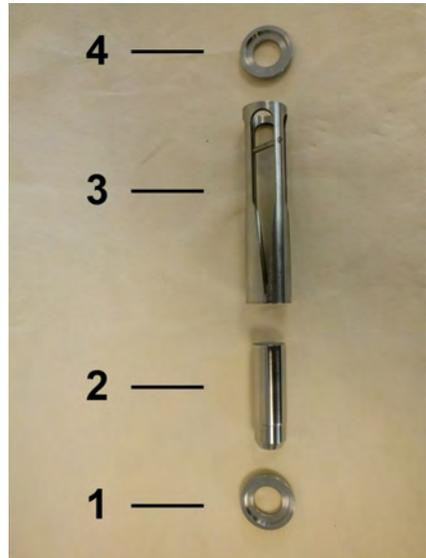

Abb. 54: Innenteile
6. ➤ Zentrierscheibe (Eingang) (Abb. 54/1), Schwebekörper (Abb. 54/2), Schlitzdüse (Abb. 54/3) und Zentrierscheibe (Ausgang) (Abb. 54/4) als Innenteile des Strömungswächters